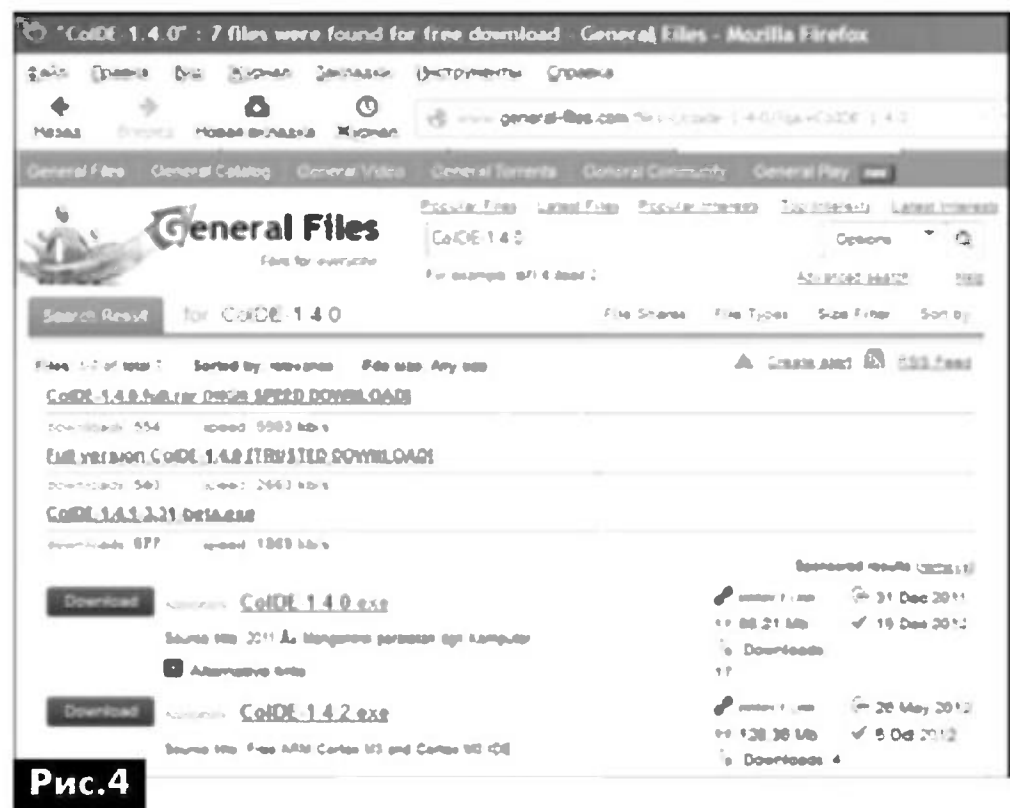

Рис.4
• если владелец сайта окончательно удалил файл, заменив его новой версией, то старый вариант можно попытаться найти в глобальном интернет-архиве <http://general-files.com/> (рис. 4).